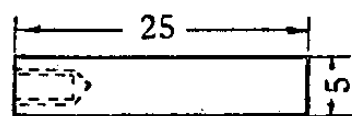

图 9-29
1. 铁心：它是圆形的，如图 9-29，用直径 5—6 毫米、长 25 毫米的粗铁丝一段，两端锉平，夹在台钳上，在一端的中心用钻头钻一个直径 2.4 毫米、深 5 毫米的小孔，接着用 3 毫米的螺丝攻攻成螺纹，将来用一只平头的铜质螺丝钉固定在底座上。